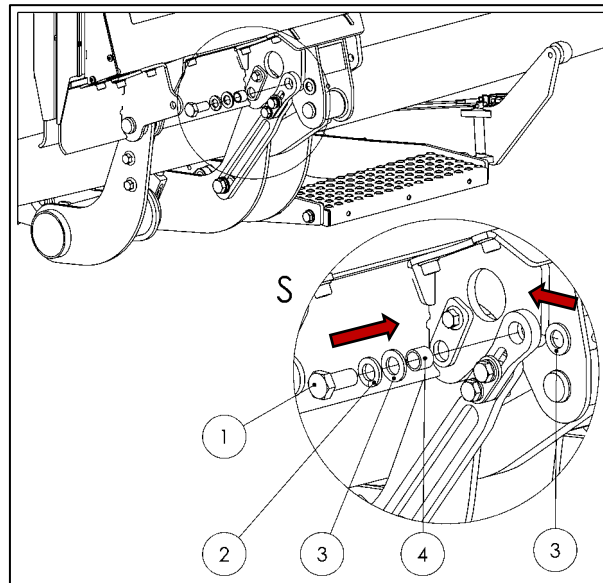

Abbildung 71
- Schraube (Pos. 1) der Plattformverriegelung inklusive Federring (Pos. 2), Unterlegscheiben (Pos. 3) und Hülse (Pos. 4) am Plattformlager montieren (siehe Abbildung 71).